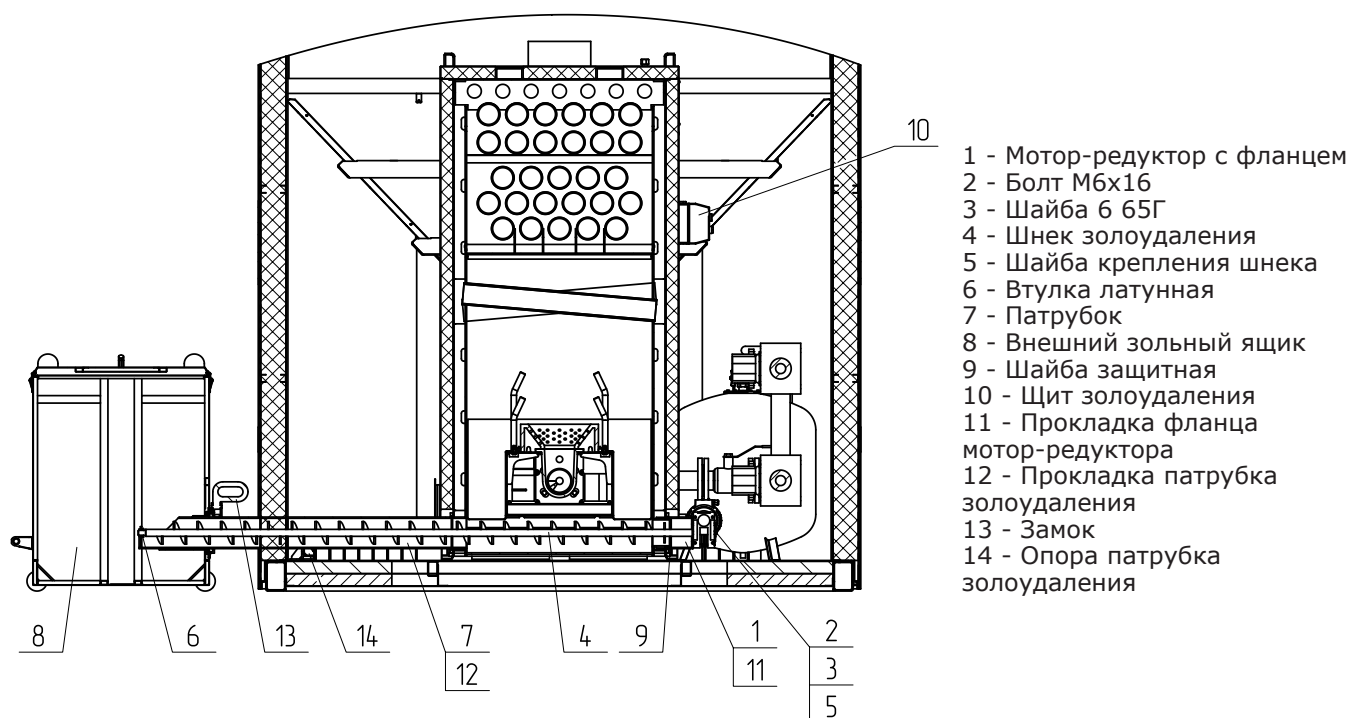

Рис.19 Монтаж механизма золоудаления
2.2. Одеть патрубок (см. Рис.19 поз.7) на шнек золоудаления (поз.4), предварительно установив в патрубок втулку латунную (поз.6). Провести шнек, не снимая патрубка, через отверстие в боковой стенке модульной котельной и сквозь котёл.